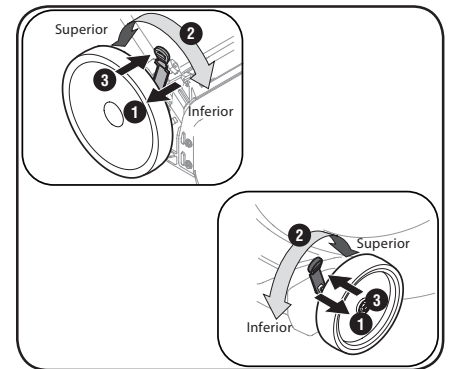

Figura 2-10
**NOTA:** En ciertos modelos, la palanca de ajuste de altura de corte delantera está ubicada por encima de la rueda izquierda delantera. Consulte la Figura 2-10 y las siguientes instrucciones para ajustar la altura de corte.